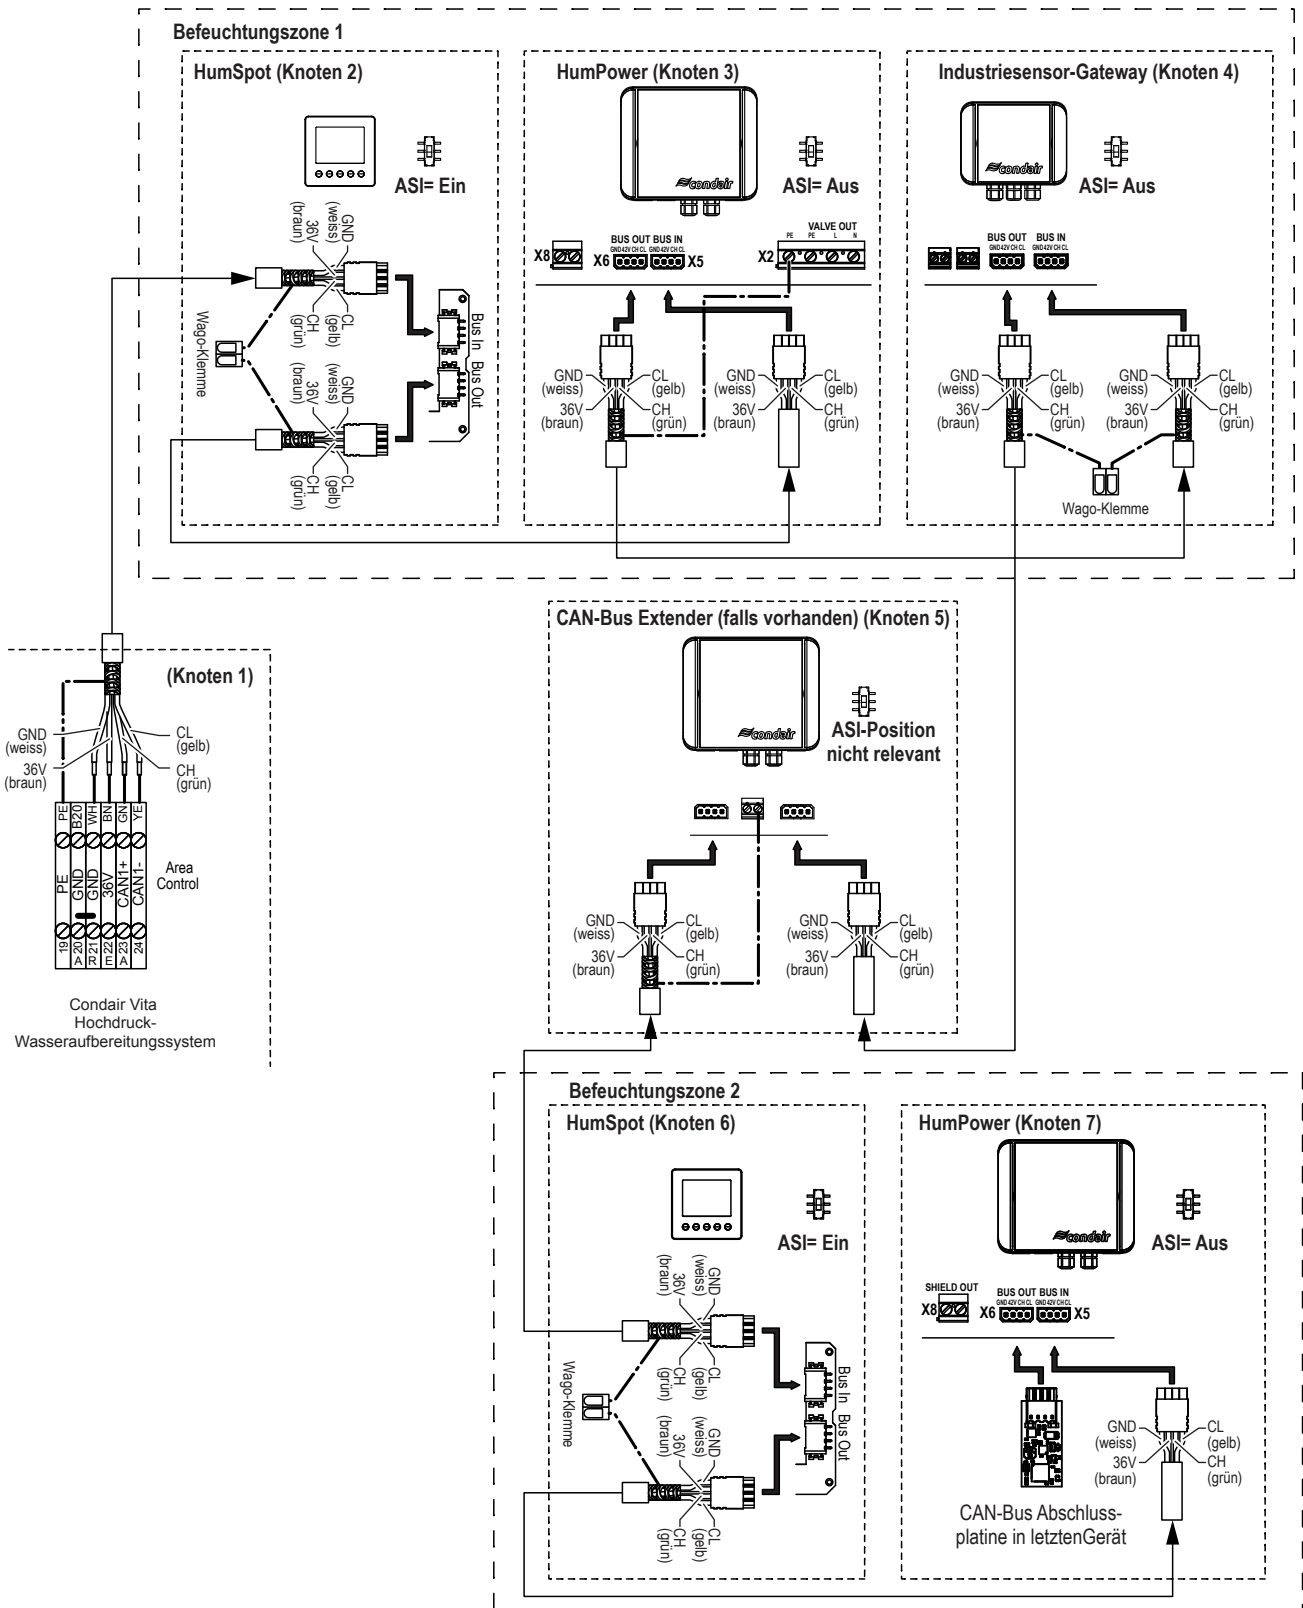

Abb. 51: CAN-Bus Verkabelung
- Der Schirm des CAN-Bus-Ausgangskabels eines Gerätes muss mit der entsprechenden Erdungsanschluss im Gerät verbunden werden (siehe Abb. 51). Ausnahme: Bei den HumSpots und den Industriesensor Gateways muss der Schirm beider CAN-Bus-Kabel (In und Out) miteinander verbunden werden (z. B. mit einer WAGO-Klemme).